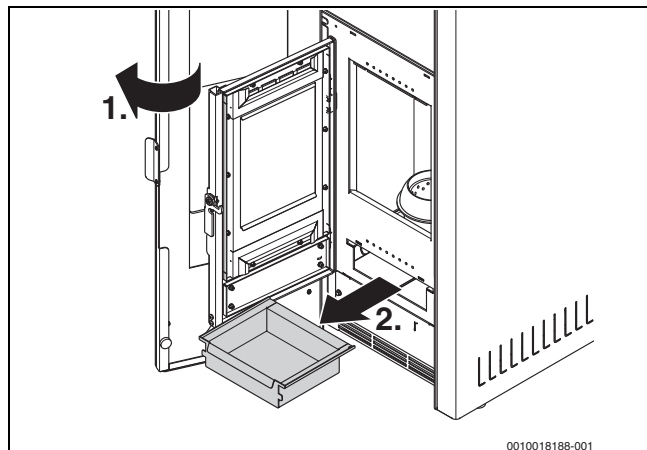

Bild 8 Aschekasten entnehmen
- ▶ Tür öffnen (→ Bild 8, 1.).
- ▶ Aschekasten entnehmen (→ Bild 8, 2.) und Asche entsorgen.
- Tür öffnen (→ Bild 8, 1., Seite 18).